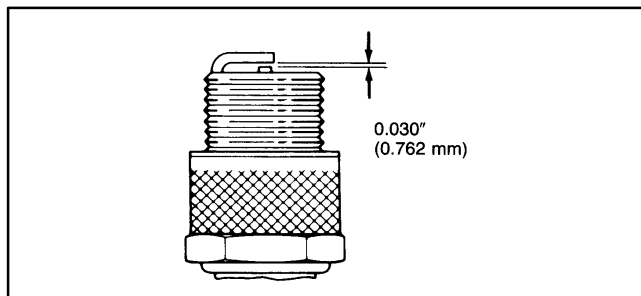

Figure 17
4. Régler l'écartement entre les électrodes centrales et latérales à 0,762 mm (Fig. 17). Installer la bougie à écartement adéquat avec un joint d'étanchéité et serrer la bougie à 20,4 Nm.